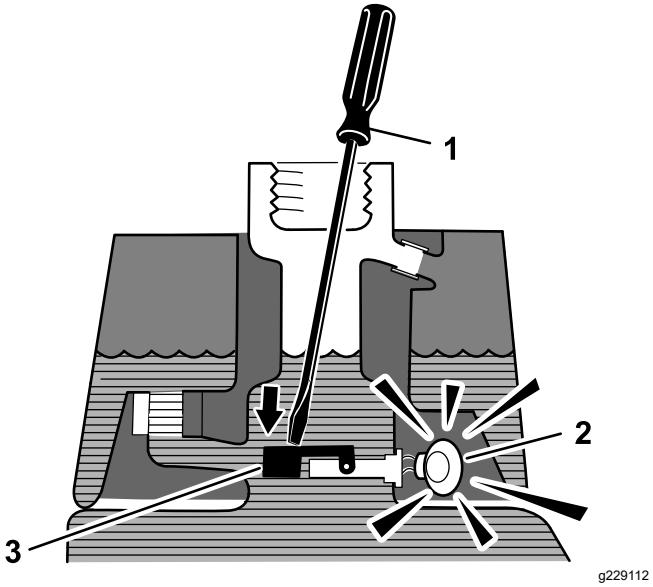

Bild 18
3. Stecken Sie eine saubere Stange oder einen Schraubenzieher in den Einfüllstutzen des Behälters und drücken Sie den Schwimmerschalter (**Bild 18**) leicht nach unten.